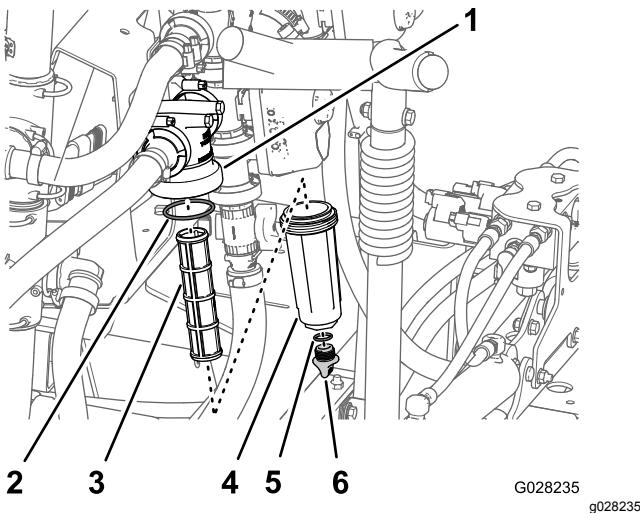

Figure 101
2. Placez un bac de vidange sous le filtre sous pression (Figure 101).
3. Tournez le bouchon de vidange dans le sens antihoraire et déposez-le de la cuvette du filtre sous pression (Figure 101).
4. Tournez la cuvette dans le sens antihoraire et déposez-la de la tête du filtre (Figure 101).
5. Retirez l'élément du filtre sous pression usagé (Figure 101).
6. Contrôlez l'état et l'usure du joint torique du bouchon de vidange (à l'intérieur de la cuvette) et du joint torique de la cuvette (à l'intérieur de la tête du filtre) (Figure 101).
7. Montez le nouvel élément filtrant dans la tête du filtre sous pression (Figure 101).
8. Vissez la cuvette sur la tête du filtre et serrez-la à la main (Figure 101).
9. Vissez le bouchon sur la cuvette à la main (Figure 101).